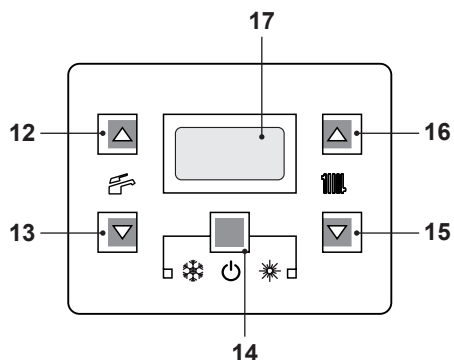
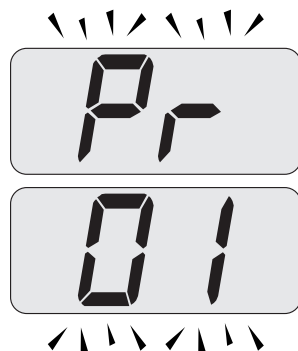
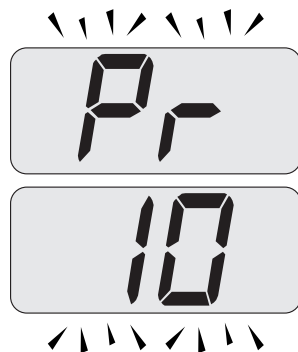

Figura 5.52
Figura 5.53
Figura 5.54
- Entrare in "modalità programmazione" premendo contemporaneamente per 10 secondi i tasti 14 - 15 - 16 (Figura 5.52) fino a far apparire sul display LCD le lettere **Pr** che si alternano con il codice **01**, indicanti l'entrata nel "parametro 01" (Figura 5.53).
- Scorrere i vari parametri utilizzando i tasti 15 o 16 fino a far apparire sul display LCD le lettere **Pr** che si alternano con il codice **10**, indicanti l'entrata nel "parametro 10" (Figura 5.54).
- Premere contemporaneamente i tasti 14 e 16 (Figura 5.52) fino a far apparire sul display LCD il valore del parametro 10 (30=180 secondi) (Figura 5.55).
- Premendo il tasto 14 (Figura 5.52) si ottiene la conferma del valore inserito.
- Premendo contemporaneamente i tasti 14 e 15 (Figura 5.52) si esce senza modificare il valore (ritorno alla lista parametri Figura 5.54)
- Premendo contemporaneamente per 10 secondi i tasti 14 - 15 - 16 (Figura 5.52) si esce dalla "modalità programmazione".